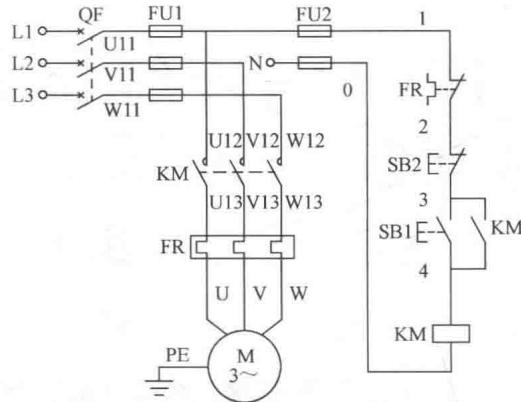

图 2-2 三相异步电动机单向连续运行控制电路原理图
识读三相异步电动机单向连续运行控制电路原理图，如图 2-2 所示，并完成以下任务。
1. 明确图 2-2 中所用电器元件名称及其作用。
2. 小组讨论图 2-2 中单向连续运行控制电路工作原理。